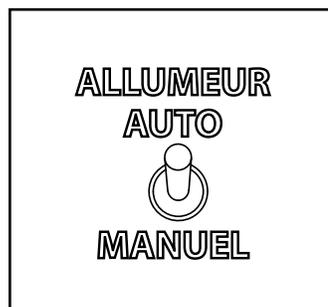
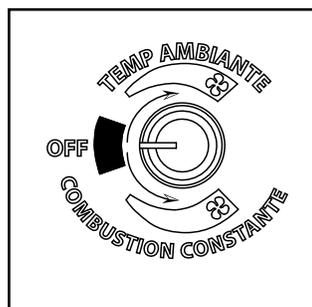

Figure 4.4
Figure 4.5
4. Mettez l'interrupteur à bascule sur le mode désiré, automatique ou manuel. Figure 4.4. Mettez le bouton de limite d'alimentation sur la position désirée et tournez la molette de mode sur «Température ambiante» ou sur «Combustion constante», Figure 4.5. **Remarque:** Le débit d'alimentation n° 4 est un bon point de départ. Des ajustements peuvent être apportés en fonction de la qualité du combustible et/ou de la chaleur désirée.